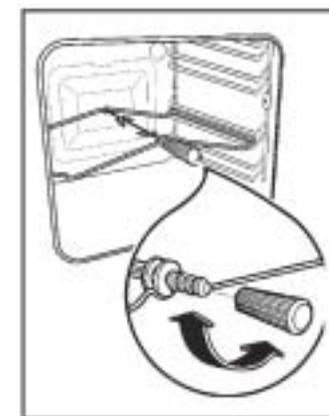

Рис. 5
- Установите в духовом шкафу на втором снизу уровне крепление вертела (рис. 5).